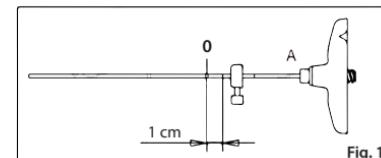

Fig. 1
- FIG. 1** Ajuste el indicador de profundidad en el relleno (A) según el marcador de centímetro apropiado y ajuste para ofrecer una guía visual.